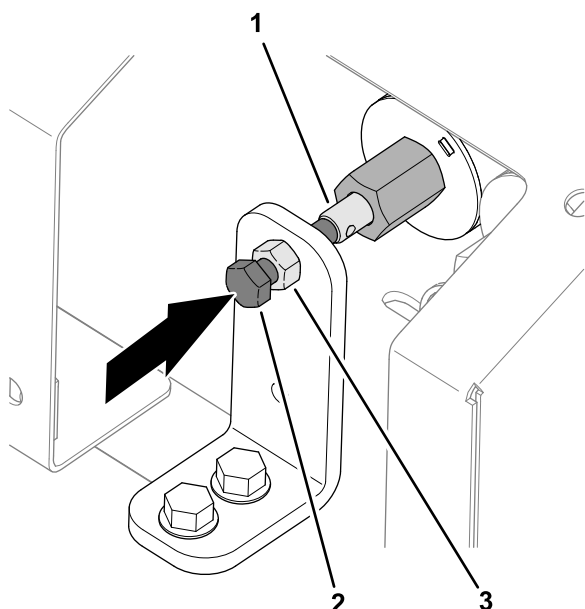

Figure 31
1. Desserrez l'écrou de blocage sur le support de commande manuelle (Figure 31).
2. Tournez la vis à tête hexagonale de la vanne dans le sens horaire pour accroître la vitesse de la bande (Figure 31).